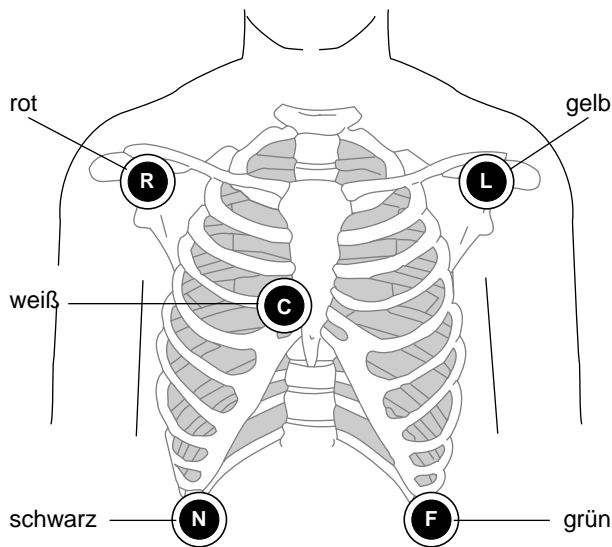

Bild 5-6. Anlegen der EKG-Elektroden
- Legen Sie die Elektroden entsprechend Bild 5-6 an.